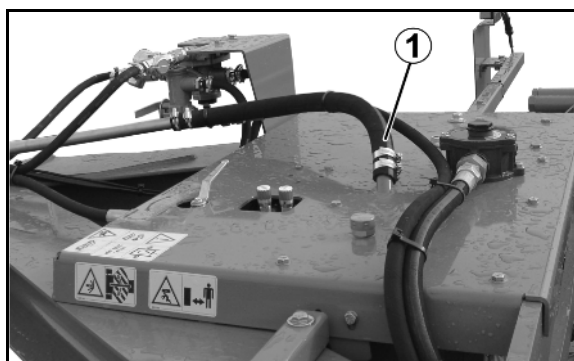

Рис. 30
1. Ослабьте хомут на всасывающем шланге и снимите шланг (Рис. 30/1).